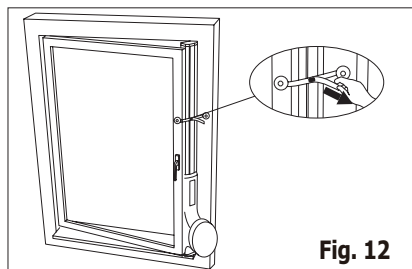

Fig. 12
3. Premere la leva di blocco per fissare la lunghezza del dispositivo per l'attacco alla finestra, quindi chiudere la finestra e fissare il kit finestra fra la finestra stessa e il telaio, per fissare il kit della finestra; togliere la pellicola protettiva nella parte posteriore delle alette del dispositivo di ancoraggio e fissarlo sul telaio della finestra, quindi serrare lo strap (Fig. 12).